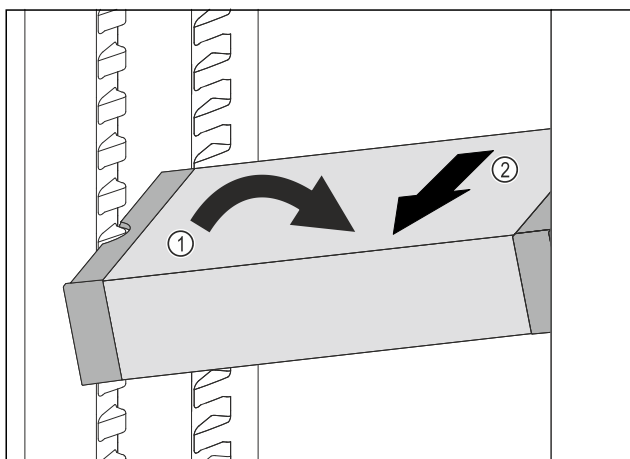

Fig. 149
- Incliner le VarioSafe dans la partie réfrigérateur. Fig. 149 (1)
- Sortir le tiroir VarioSafe par l'avant. Fig. 149 (2)